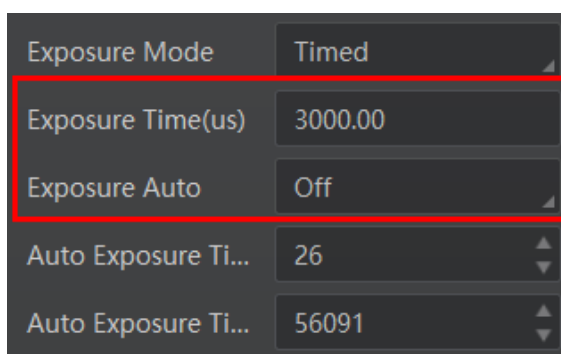

图5-3 曝光设置
- 曝光设置：曝光分为手动、一次自动和连续自动三种模式，根据使用需求，推荐使用手动模式。找到 *Acquisition Control* 属性下的 *Exposure Auto* 参数，下拉选择 *Off*；通过 *Exposure Time* 参数手动设置曝光时间，如图 5-3 所示。